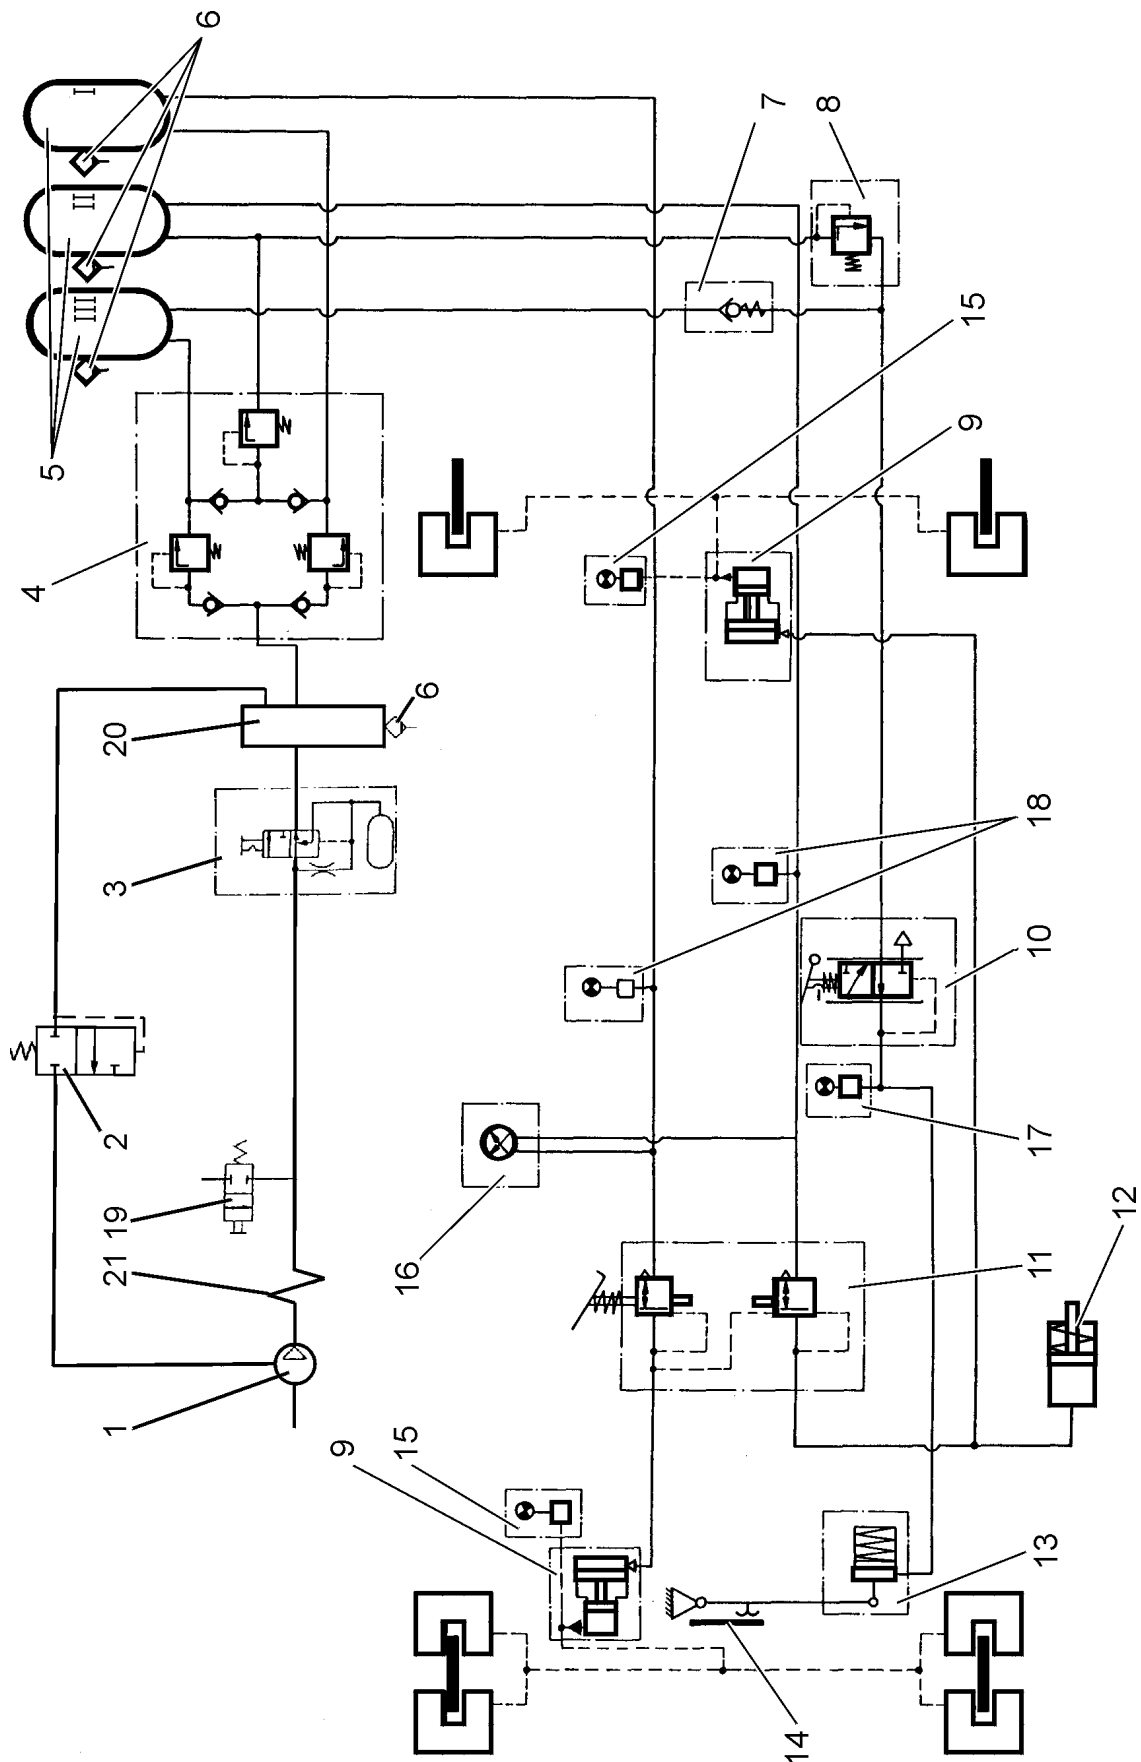
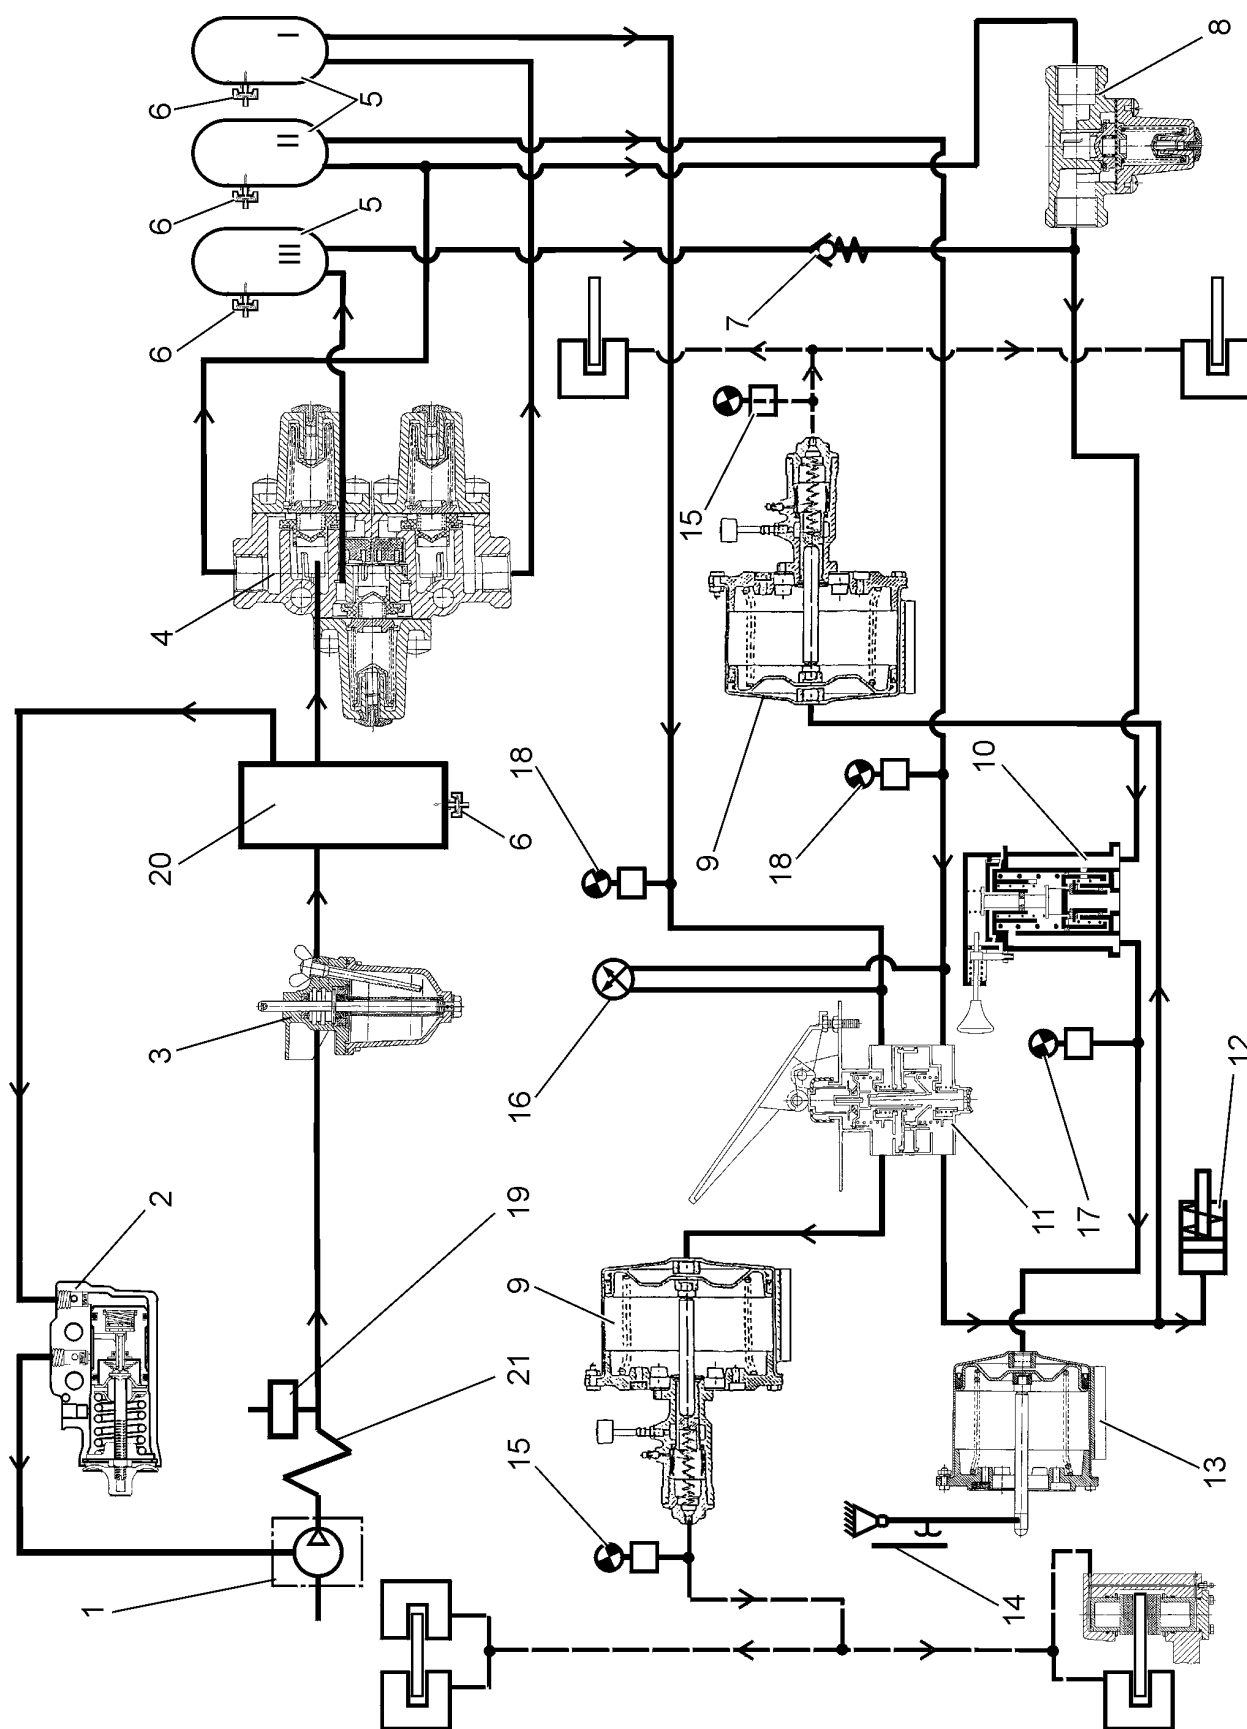
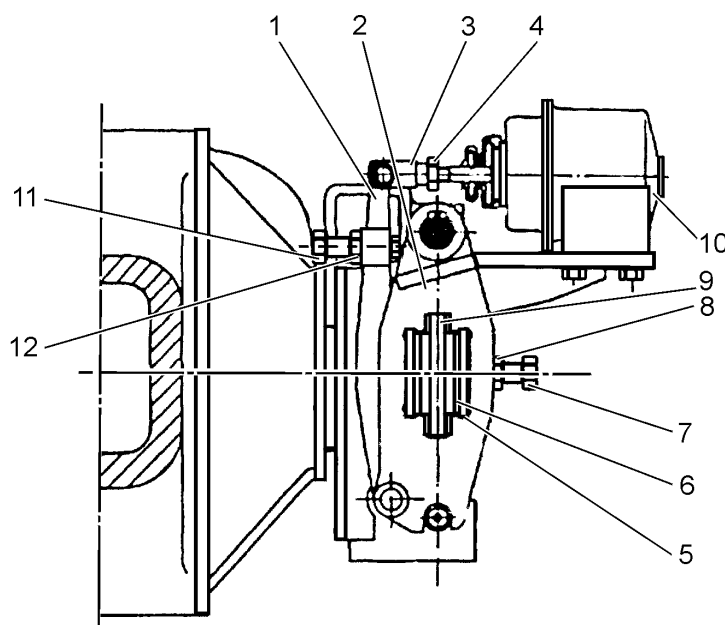

Рис. 4.1. Тормозная система (схема)
Рис. 4.2. Тормозная система
Рис. 4.3. Тормоз стояночный
Спецификация к Рис. 4.1. и к Рис. 4.2.:
Общее устройство тормозной системы погрузчика представлена на Рис. 4.1. и на Рис. 4.2.
Воздух, сжимаемый компрессором (1, Рис. 4.1.), подается через размораживатель (3) к трехходовому (трехконтурному) клапану (4), а из этого клапана направляется в воздушные баллоны (5). В пневмопривод стояночного тормоза сжатый воздух подается из воздушного баллона III, а при возрастании давления воздуха также и из воздушного баллона II. Сжатый воздух из воздушного баллона II, пройдя через перепускной клапан (8) и сжатый воздух из воздушного баллона III, пройдя через обратный клапан (7), попадает в один и тот же пневмопривод, по которому воздух подводится к тормозному клапану (10) стояночного тормоза. Этот клапан установлен в кабине, справа от кресла оператора. Тормозной клапан стояночного тормоза служит для включения и выключения стояночного тормоза, открывая или перекрывая доступ сжатого воздуха в пневмопривод тормоза. Устройство этого клапана представлено на Рис. 4.17.
За тормозным клапаном (10) стояночного тормоза встроен выключатель (17, Рис. 4.1.) сигнальной лампочки падения давления воздуха в контуре стояночного тормоза, который включает красную сигнальную лампочку на пульте машины. Загорание лампочки информирует оператора о включении стояночного тормоза (об отсутствии давления воздуха за тормозным клапаном).
Управляется тормозной клапан стояночного тормоза с помощью рычажка тормозного клапана (10, Рис. 4.1.). Если рычажок тормозного клапана стояночного тормоза установлен в левом положении (в положении движения машины – стояночный тормоз освобожден), то сжатый воздух проходит через тормозной клапан и поступает в пневмоцилиндр (13, Рис. 4.1.). В пневмоцилиндре сжатый воздух воздействует на поршень, который, перемещаясь, сжимает пружину. Поршень, перемещаясь, отклоняет рычаг (1, рис. 4.3.) тормоза от ярма тормоза с кронштейном (2), что, в конечном итоге, приводит к освобождению фрикционных колодок (6) от прижатия их к тормозному диску (9).
2. Приоткрутить контргайку (8) на болте (7, Рис. 4.3.).
3. Вкручивая или выкручивая болт (7), следует установить зазор между фрикционной колодкой (6) и между тормозным диском (9). Этот зазор должен быть равен $0.1 \div 0.3$ [мм].
4. Приоткрутить контргайку (4) на резьбовом наконечнике пневмоцилиндра (10).
5. Вкручивая или выкручивая резьбовой наконечник из вилки (3) и одновременно отодвигая рычаг (1) тормоза, следует установить зазор между другой фрикционной колодкой (6) и между тормозным диском (9). Этот зазор должен быть равен $0.1 \div 0.3$ [мм]. Таким образом, зазор между тормозными колодками и между тормозным диском с обеих сторон тормозного диска должен быть равен по $0.1 \div 0.3$ [мм] на каждую сторону.
6. После завершения регулировки зазоров между обоими фрикционными колодками (6) и между тормозным диском (9) необходимо затянуть контргайку (8) болта (7) и контргайку (4) резьбового наконечника пневмоцилиндра (10).
ВАЖНО: Для обеспечения буксировки неисправной машины необходимо разблокировать (растормозить) стояночный тормоз. Для этого следует: открутить контргайку (12, Рис. 4.3.) и вкрутить болт (11) в рычаг (1). Таким образом, рычаг (1) тормоза будет отодвинут от ярма (2) и тем самым тормозные колодки (6) будут освобождены от их прижатия к тормозному диску (9).